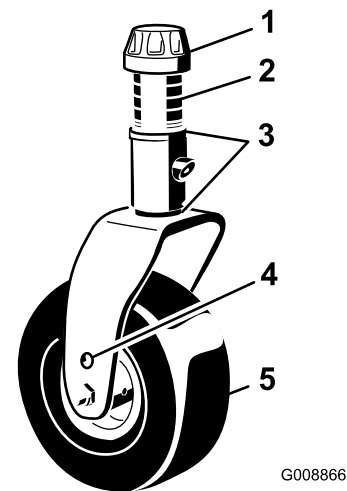

Figura 16
3. Retire a tampa de fixação do eixo roscado desloque o fuso (Figura 16) para fora do braço da roda giratória. Coloque ambos os calços (3 mm) no eixo, tal como se encontravam originalmente. Estes calços são necessários para atingir a mesma altura ao longo de toda a largura das unidades de corte. Desloque um número apropriado de cunhas de 13 mm (consulte a tabela abaixo) para o eixo